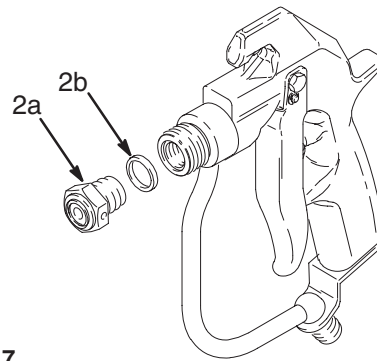

Abb. 7
3. Den Ventilsitz (2a) herausschrauben. Die Dichtung (2b) entnehmen. Siehe Abb. 7.